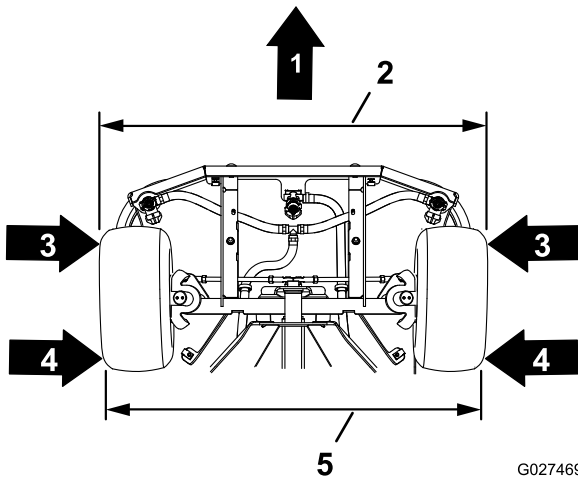

図 94
4. 図 94のように、左右の前輪の前面で両輪の間の距離を測定する。
5. 図 94のように、左右の前輪の後面で両輪の間の距離を測定する。